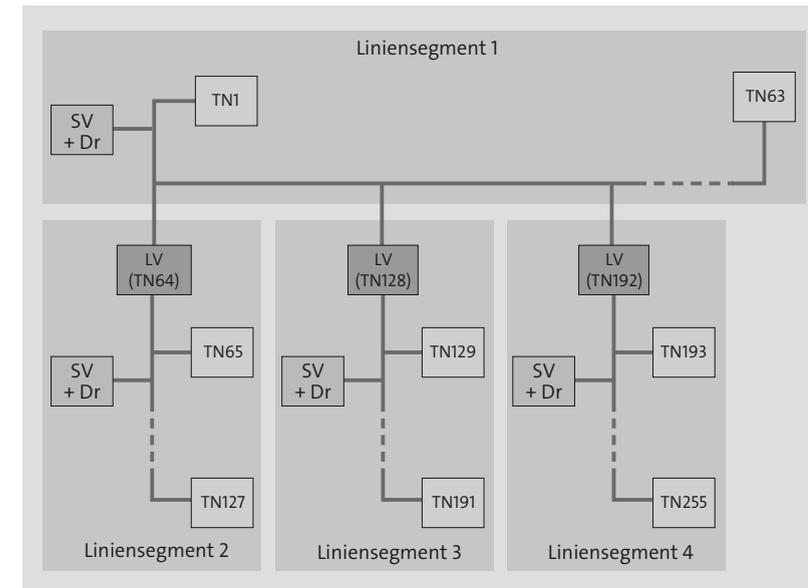
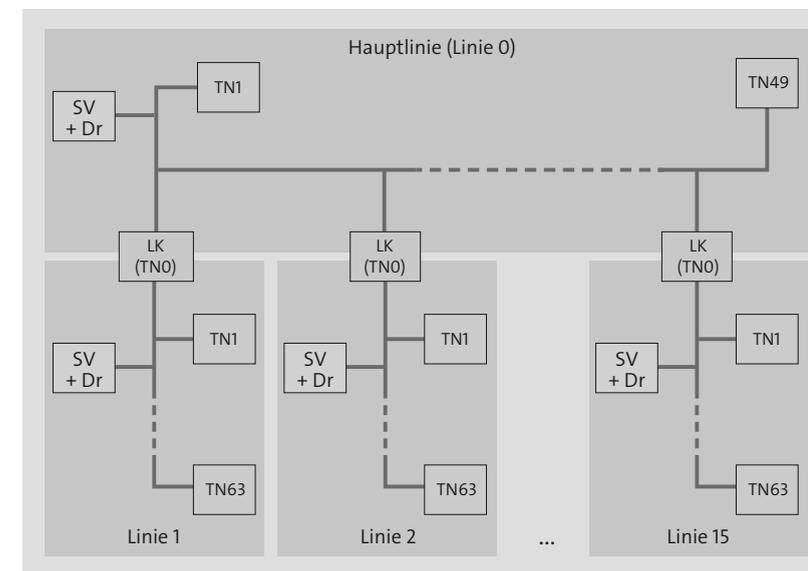
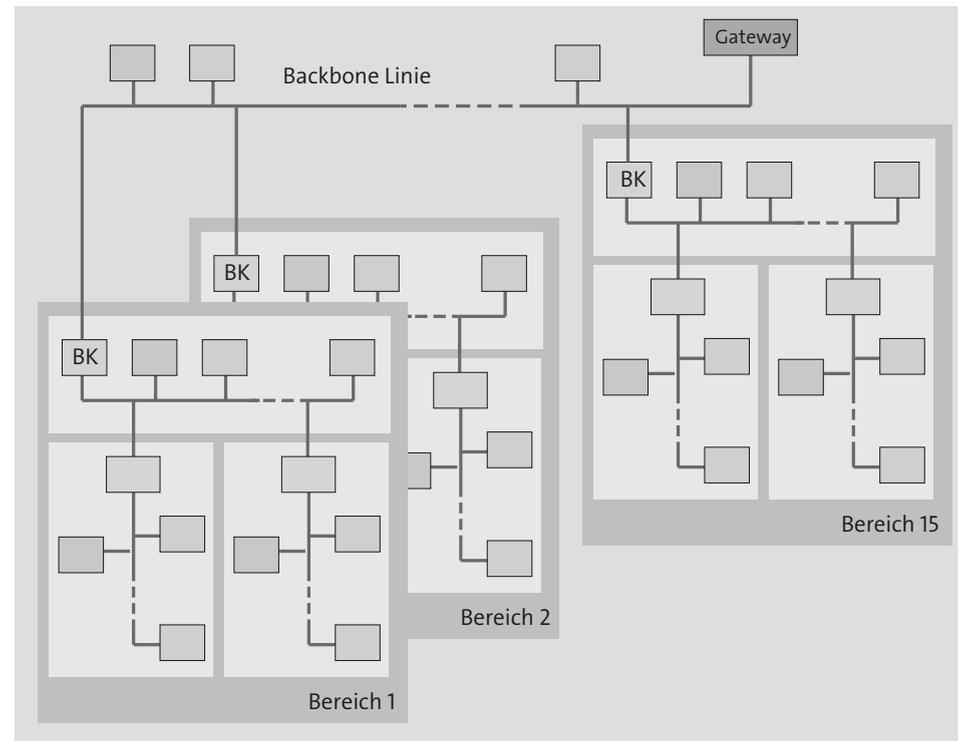

Abbildung 8.4 Eine komplette KNX-Linie aus vier Segmenten
Abbildung 8.5 Verbinden von Linien über Linienkoppler
Abbildung 8.6 Verbinden von Bereichen über Bereichskoppler
Bei mehr als 64 Teilnehmern ist es erlaubt, über sogenannte *Linienverstärker (LV)* bis zu vier einzelne Liniensegmente zu einer *Linie*, mit dann maximal 256 Teilnehmern, zu verbinden (vergleiche Abbildung 8.4). Ein Linienverstärker zählt dabei bereits als ein Teilnehmer.
Das zur Verbindung von Linien benötigte Modul nennt sich *Linienkoppler (LK)* und ist übrigens ein und dasselbe Gerät wie der Linienverstärker, jedoch mit anderer Parametrierung bzw. anderem Applikationsprogramm (siehe Abbildung 8.5). Das Schöne daran ist, dass Sie jederzeit über die ETS aus einem Linienkoppler einen Linienverstärker machen können und umgekehrt.
Zählen Sie in Abbildung 8.5 alle Teilnehmer zusammen, kommen Sie auf die schon recht stattliche Zahl von $15 \times 64 + 49 = 1.009$ KNX-Teilnehmern, mehr als ausreichend für alle im Ein- oder Mehrfamilienhaus denkbaren Einsatzszenarien. Wenn Sie zusätzlich noch den möglichen Maximalausbau einer Linie auf 256 Teilnehmer über Linienverstärker in Betracht ziehen (siehe Abbildung 8.4), dürften Sie die maximale Teilnehmeranzahl demzufolge noch vervierfachen.
Damit aber nicht genug. Es geht noch voluminöser, wobei wir jetzt jedoch eindeutig den Privatbau verlassen und uns ansehen, wie ein wirklich großes KNX-System (z. B. im Industriebereich) aussehen würde. Sehen Sie sich dazu Abbildung 8.6 an.
Abbildung 8.6 zeigt den Maximalausbau. Dabei werden jeweils 15 Linien plus eine Hauptlinie zu einem Bereich zusammengeschaltet (siehe Abbildung 8.5) und 15 dieser Bereiche über Bereichskoppler (BK) zu einem Gesamtsystem mit theoretisch 58.384 Teilnehmern verbunden. Wiederum ist der Bereichskoppler ein und dasselbe Gerät wie schon Linienkoppler und Linienverstärker, er bekommt seine Aufgabe nur durch eine andere Parametrierung mittels der ETS zugeteilt.